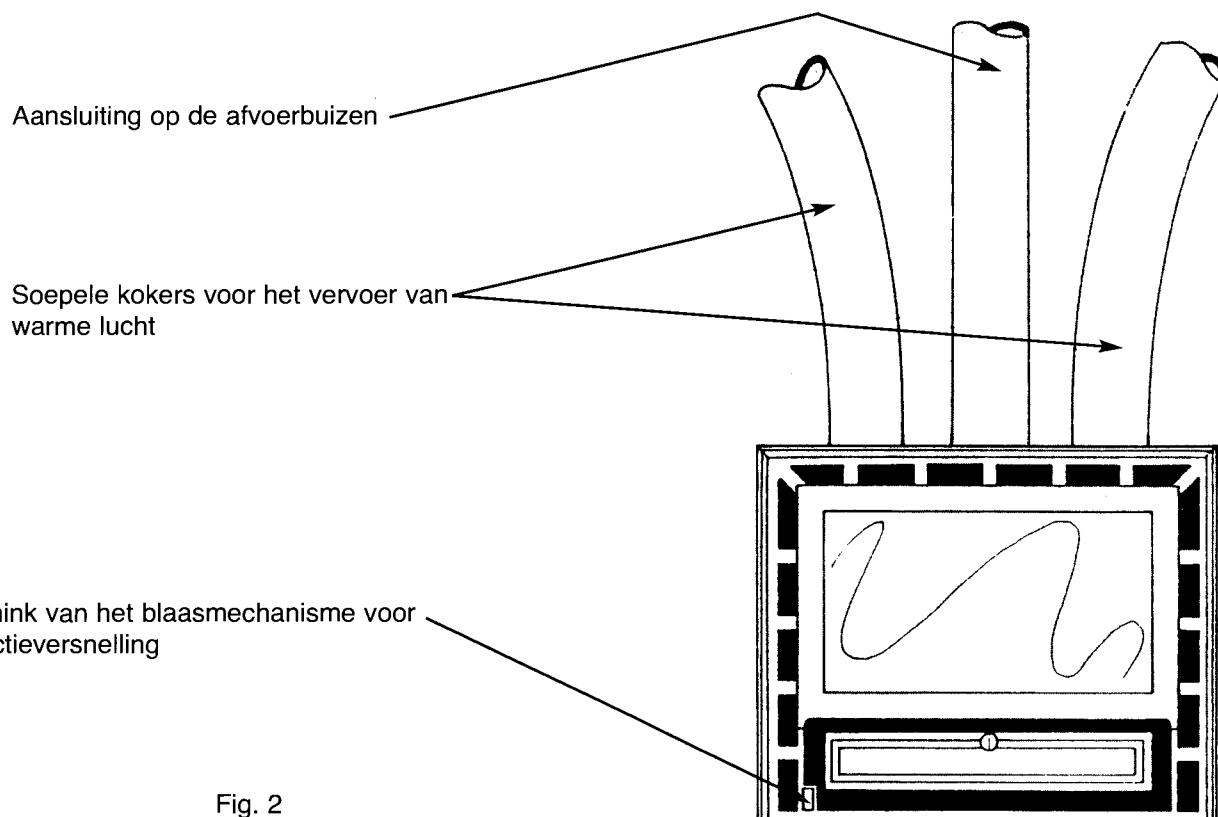

Fig. 2
De ontvanger ref. 3451 kan gemonteerd worden om warme lucht in de kokers te krijgen die de warmte vervoeren naar de naburige kamers of naar de verdiepingen . Gebruik kokers van Ø 100 mm diameter (Fig.2). Neem daarvan de propen uit elkaar en maak de geleverde gietsieren buizen vast.